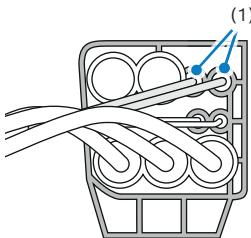

Abb. 4
16. Anschlüsse (1) aus Kammer 1 und Kammer 2 entfernen (Abb. 4).